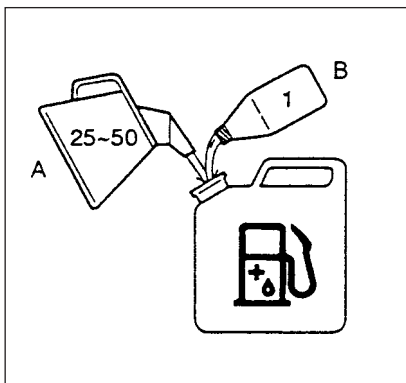

Fig. 2-1
Brændstof (Fig. 2-1)
Den mængde kædeolie, som afgives gennem smøresystemet, er indstillet på det maksimale fra fabrikken. Indstil mængde i overensstemmelse med driftsbetingelserne. Drej stilleskruen (1) mod uret for at nedsætte mængden og drej den med uret for at forøge mængden. (Fig. 2-1 C) Forsøg ikke på at dreje skruen ud over niveaumærkerne.